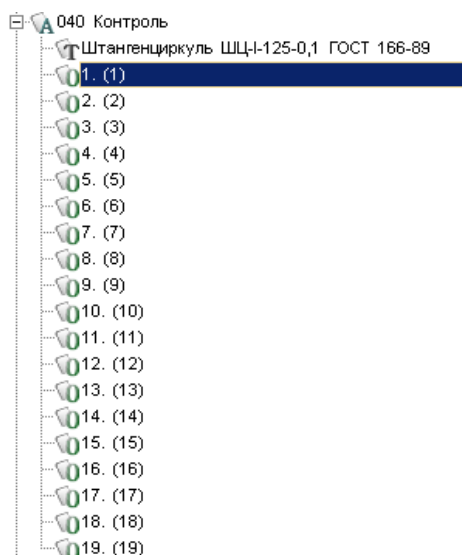

Рис.12
18. На вкладке **Эскиз** нажмите кнопку **Импортировать контролируемые параметры**. В открывшемся окне диалога выберите **Маркеры**. В тексте операции появились переходы, соответствующие номерам контролируемых размеров (рис. 12).